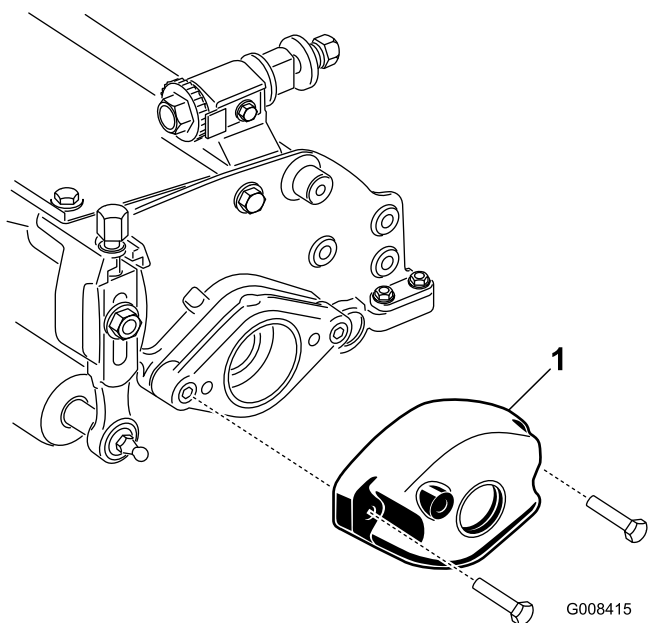

図 13
- A. カウンタ・ウェイトをカッピングユニットの左側に固定しているボルト（2本）を外す。カウンタ・ウェイトを取り外す（図 13）。